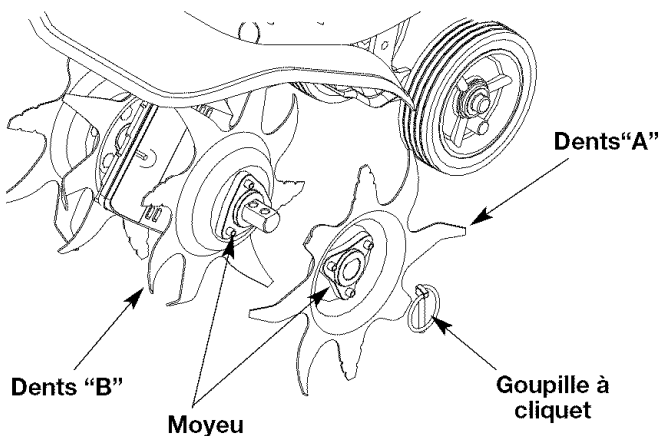

Fig. 14
1. Mettez la commande Marche/Arrêt Stop en position ARRÊT (O). Positionnez et déconnectez le câble de la bougie.
2. Retirez les axes à épaulement et leurs fixations. Faites glisser les dents de l'arbre (Fig. 14).